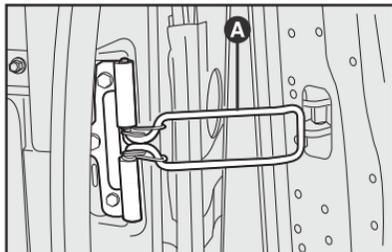

fig. 69
Para versões onde não é possível abertura a 270°, pode-se aumentar o ângulo de abertura da porta traseira, para facilitar a carga e descarga. Para se conseguir isso, soltar o limitador fechando um pouco a porta **A-fig. 69**; dessa forma, consegue-se abrir a porta em cerca de 180°.
- soltar o limitador para abertura em 90° **A-fig. 69**;